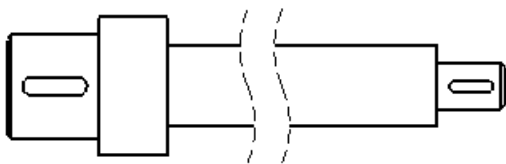

图 6.3.34 “曲线切断”折断样式
- **曲线切断**: 折断线为曲线 (图 6.3.34)。